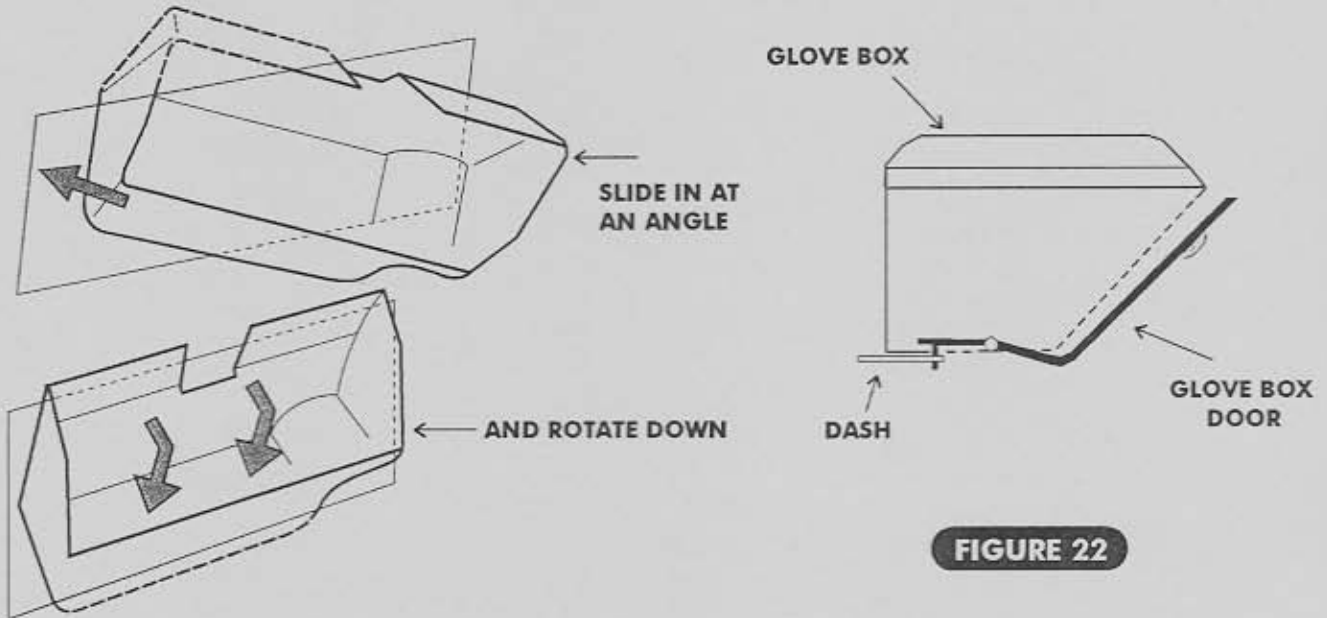

FIGURE 22
- ASSEMBLE NEW GLOVE BOX WITH FIVE (5) SUPPLIED S-CLIPS. INSTALL AS SHOWN IN FIGURE 22.
- INSTALL GLOVE BOX DOOR STUDS THROUGH THE DASH. SECURE THE GLOVE BOX DOOR TO THE DASH USING O.E.M. FASTENERS. SEE FIGURE 22.